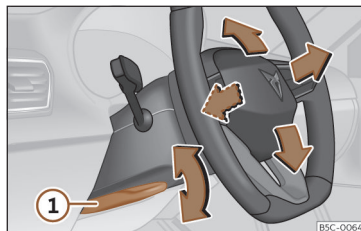

Fig. 91 Alavanca na parte inferior do lado esquerdo da coluna de direção
- Puxe a alavanca >>> **Fig. 91 ①** para baixo, mova o volante até à posição desejada e volte a subir a alavanca até ao ponto de fecho.
- Após ajustar a coluna da direção, empurre firmemente a alavanca >>> **Fig. 91 ①** para cima para que o volante não mude de posição acidentalmente durante o andamento.